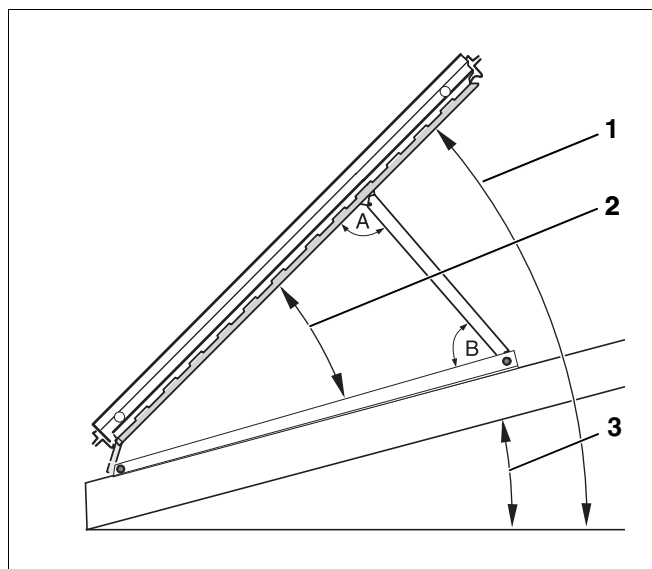

Fig. 5 Ângulo de inclinação, ângulo de ataque, inclinação do telhado
Consoante o campo de utilização do sistema de energia solar, terá de determinar o ângulo de ataque em relação à linha horizontal (Fig. 5).
- ▶ Tenha atenção para que os ângulos entre o suporte e a parede traseira do colector (Fig. 5, **ângulo A**) bem como entre o suporte e o perfil em T (Fig. 5, **ângulo B**) não sejam superiores a 90°.